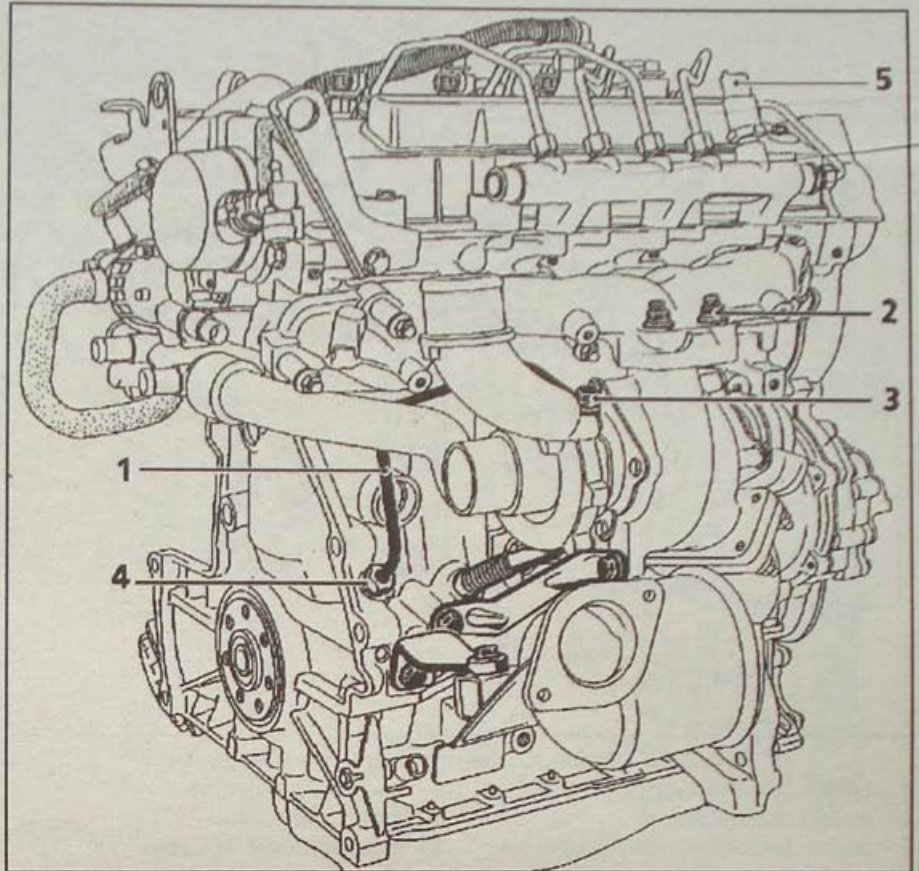

Рис. 4.31. Элементы крепления и подсоединения турбокомпрессора на двигателе G9T:
Ни в коем случае не предпринимайте попыток снятия турбокомпрессора без снятия силового агрегата, т.к. в этом случае невозможно выполнить требования к присоединению трубопровода подвода масла (1, рис. 4.31), а напряжения, вызванные затяжкой вслепую штуцера (3), приведут к повреждению трубопровода (1) при работе двигателя.
- Установите трубопровод (1) на турбокомпрессор, завернув вручную штуцер (3).
- Установите турбокомпрессор, следя за правильным положением штуцера (4) и завернув его вручную.
- Затяните штуцер (4), затем штуцер (3).
- Специальная уплотнительная прокладка штуцера (3) подвода масла к турбокомпрессору подлежит обязательной замене.
- Перед пуском двигателя отсоедините разъем проводов датчика давления топлива в распределительной магистрали (5). После этого включите на несколько секунд стартер, пока контрольная лампа давления масла не погаснет.